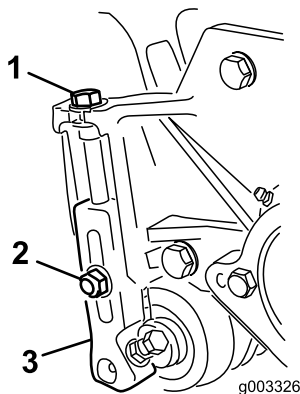

Figure 22
1. Desserrez les contre-écrous qui fixent les bras de hauteur de coupe aux plaques latérales du plateau de coupe (Figure 22).